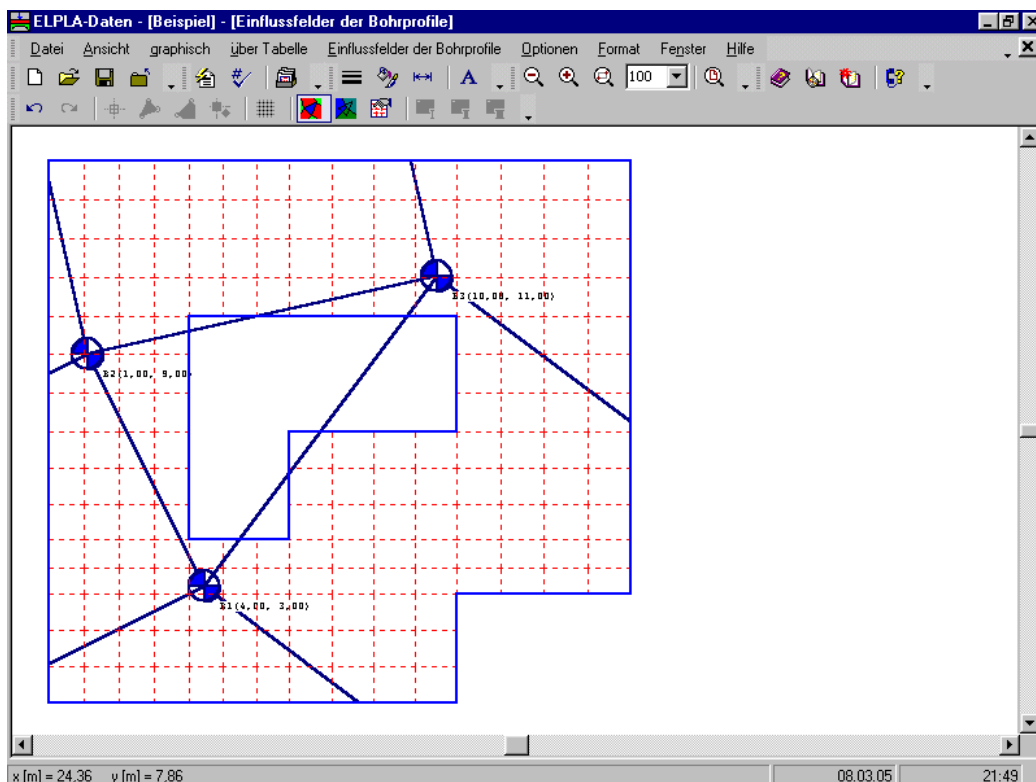

Bild 1-27 Eingebettetes Programm "Einflussfelder der Bohrprofile"
- Wählen Sie "Einflussfelder der Bohrprofile" aus dem "Daten"-Menü des *ELPLA-Daten*-Fensters. Das folgende eingebettete Programm im Bild 1-27 erscheint mit einer Standardmethode. Das Programm *ELPLA* berücksichtigt die Interpolationsmethode als die Standardmethode, die die Unregelmäßigkeit des Untergrunds betrachtet. In den meisten Fällen definiert *ELPLA* die Interpolationszonentypen I, II, III automatisch wie in diesem Beispiel. Aber im Fall extremer Bohrungsanordnungen muss der Benutzer diese Zonen von Hand definieren
- Wählen Sie "Einflussfelder der Bohrprofile speichern" aus dem "Datei"-Menü im Bild 1-27, um die Einflussfelder der Bohrprofile zu speichern
- Wählen Sie den Befehl "Einflussfelder der Bohrprofile schließen" aus dem "Datei"-Menü im Bild 1-27, um das eingebettete Programm "Einflussfelder der Bohrprofile" zu schließen und zum Hauptfenster des Programms *ELPLA-Daten* zurückzukehren